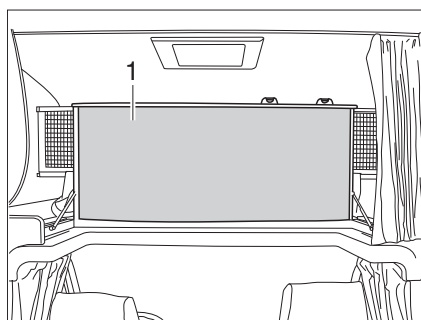

Fig. 90 Lit de capucine, rabattu vers le haut
■ Rabattre vers le haut le lit de capucine (Fig. 90,1). Le lit de capucine est maintenu en position verticale par des ressorts à pression de gaz.